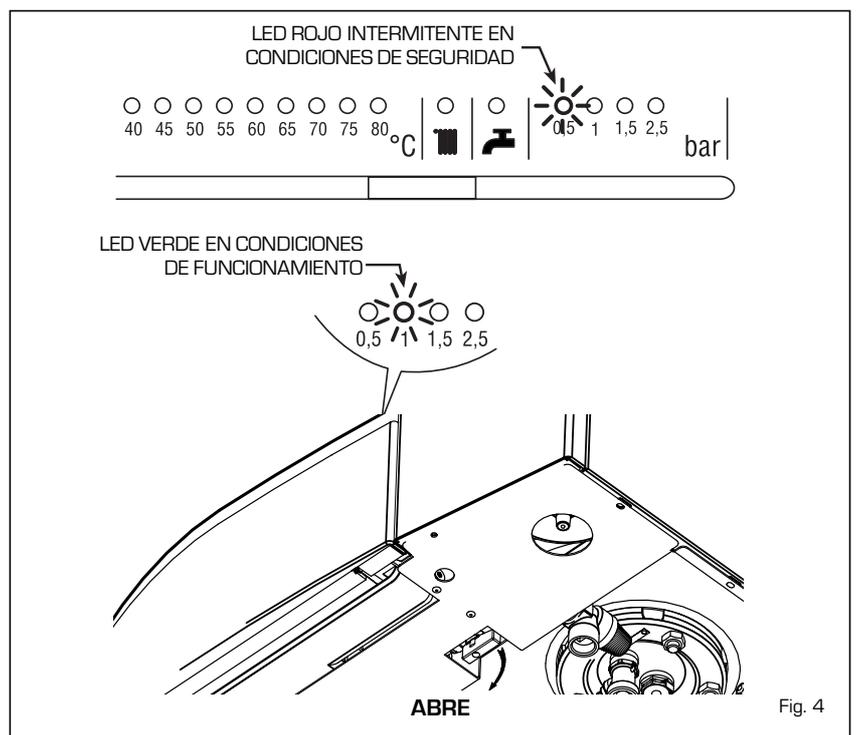

Fig. 4
- **Insuficiencia de la presión agua** (fig. 4).